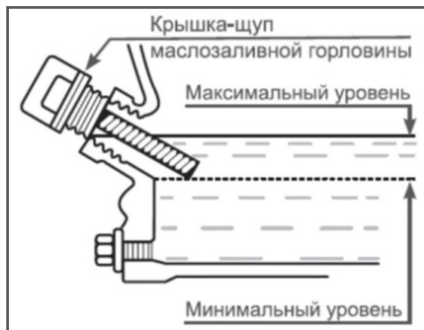

Рис. 9 Проверка уровня масла в картере
5. Аккуратно вытащите щуп и осмотрите его. Уровень масла должен соответствовать верхней отметке на щупе (Рис. 9).
Максимальный уровень масла в картере соответствует нижней кромке заливного отверстия (Рис. 9).
2. Выкрутите крышку-щуп маслосливной горловины и извлеките щуп (Рис. 9).
При недостаточном уровне масла в картере необходимо долить чистое масло до верхней отметки на щупе, что соответствует нижней кромке заливного отверстия (Рис. 9).